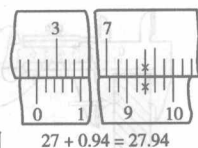

图 1-1-15 游标卡尺读数
①先读出副尺零线左面的第一条尺身刻线的整数尺寸 27mm。
②再读出主尺刻度与副尺刻度线对正位置时的小数尺寸 0.94mm(见图 1-1-15)。